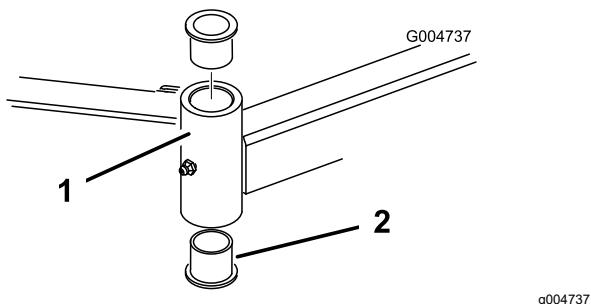

Figura 25
4. Inserte un botador fino en la parte superior o inferior del tubo de montaje y dé golpes hasta que salga el casquillo del tubo (Figura 25).